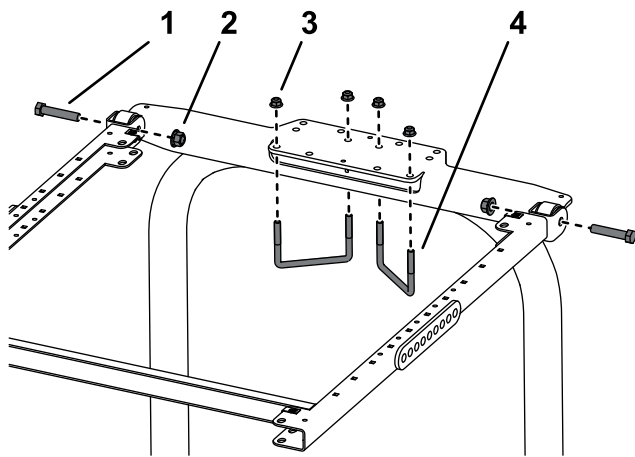

Figura 10
8. Posizionate la staffa di montaggio del ROPS sulla parte superiore del roll bar dell'irroratrice (Figura 10).
9. Montate il gruppo del telaio sulla staffa di montaggio del ROPS (Figura 10).